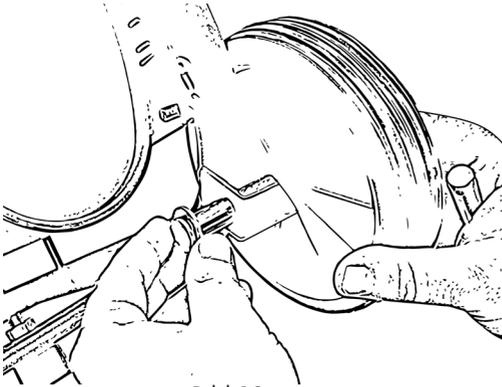

Bild 10
- Skjut hjulbulten över hjulupphängningen, Fig. 10.